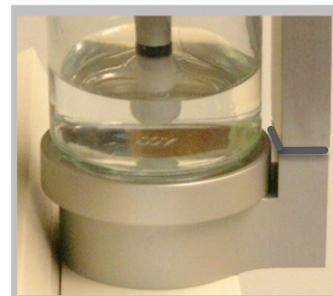

Fig. 5.3: Insertion d'un humidificateur dans l'appareil
6. Insérez l'humidificateur dans le raccord sur le dessus de l'appareil, à l'arrière. Les tubes de connexion qui dépassent de l'humidificateur glissent vers le bas dans l'appareil, comme illustré à la figure 5.3.